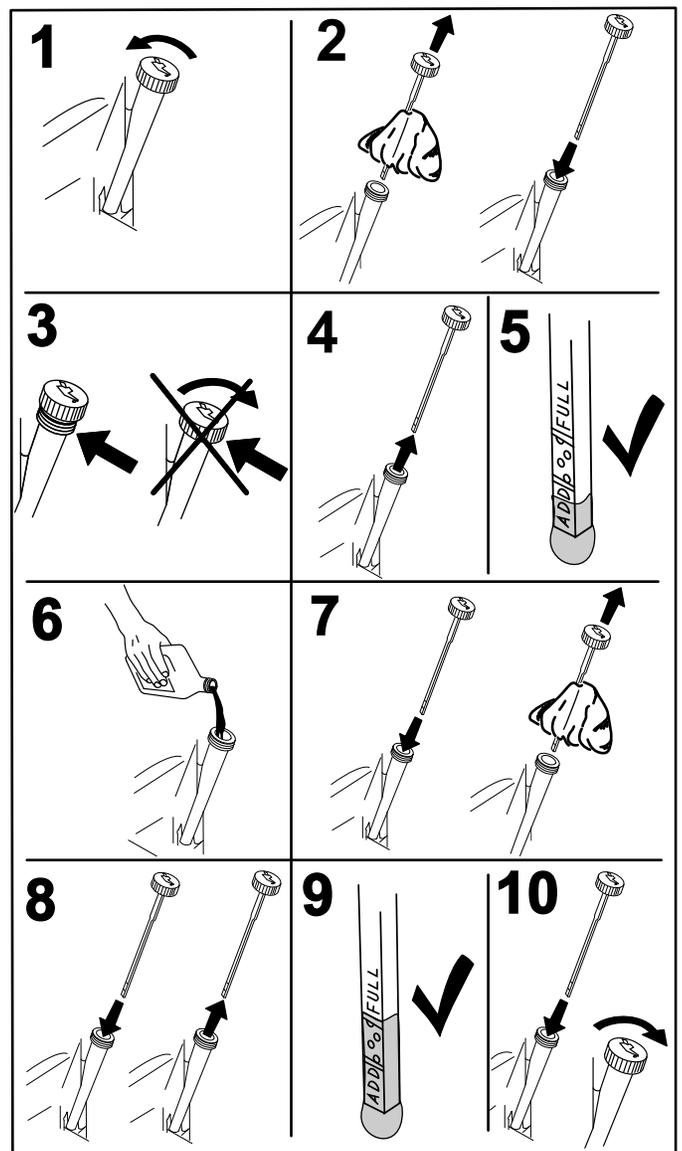

図 43
2. エンジンを停止させ、キーを抜き取り、各部が完全に停止したのを確認してから運転位置を離れる 図 43。